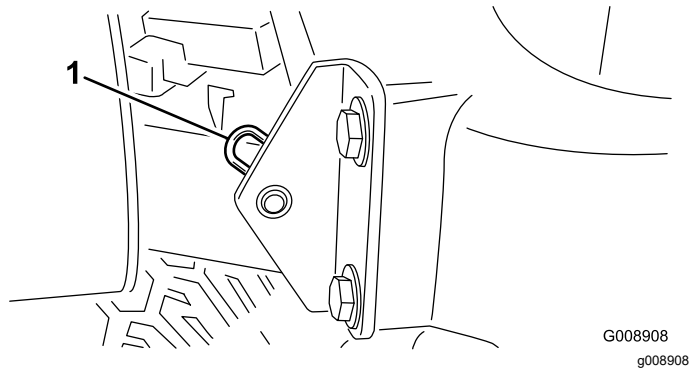

Figura 46
2. Tire o perno de gancho que fixa a articulação do capot aos suportes de montagem (Figura 46).